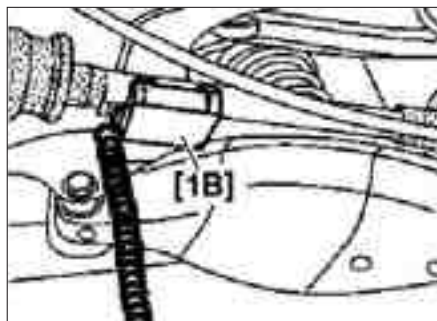

FIG. 3
- Montar el captador de medición [1B] (fig. 3) sobre el eje de transmisión longitudinal y memorizar el valor medido en la parte tras. izq. y en la parte tras. der.